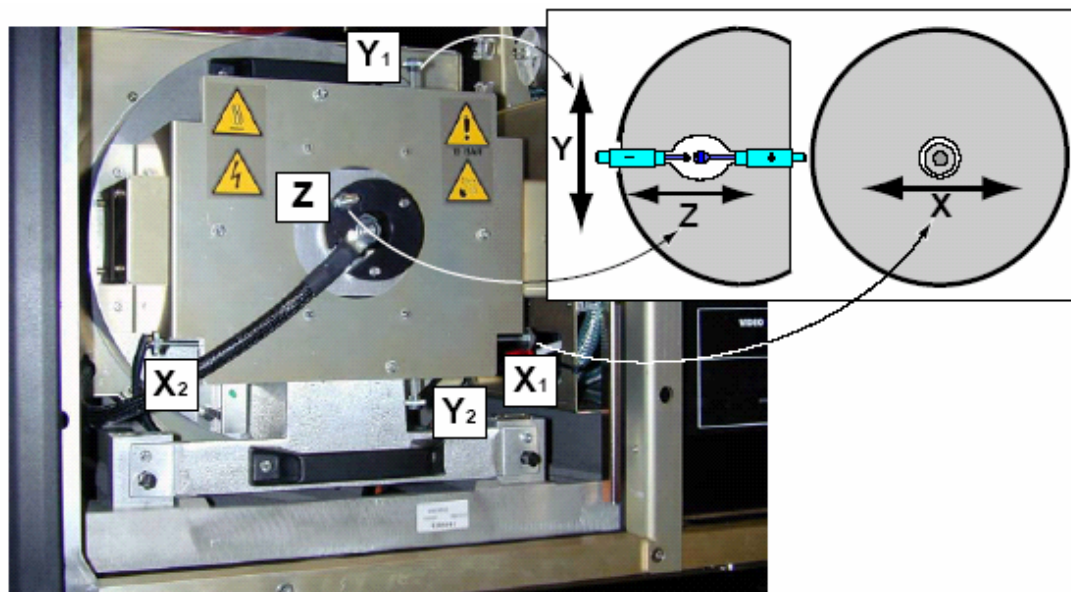

图 9-4 灯泡调节X Y Z
2. 首先，逆时针转动相应的锁定螺丝X2和Y2几圈，松开X1和Y1调节控制。（图 9-4）